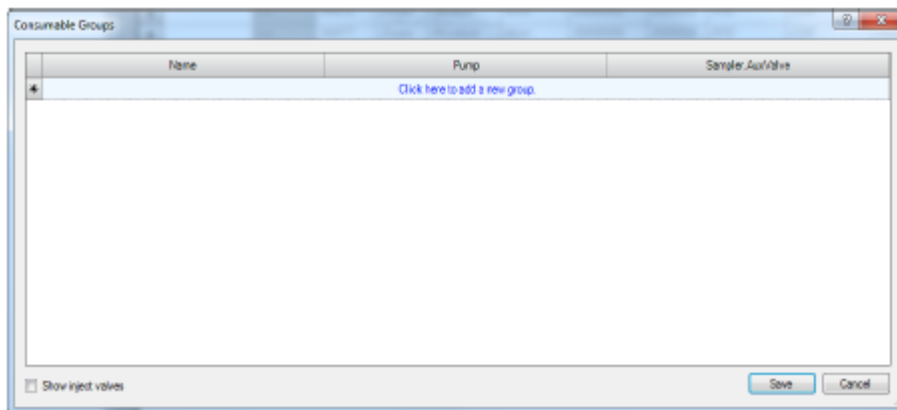

图 5-8. “耗材组别(Consumable Groups)”窗口
1. 点击“耗材清单(Consumables Inventory)”窗口底部附近的“组别(Groups)”按钮。出现“耗材组别(Consumable Groups)”窗口(见图 5-8)。